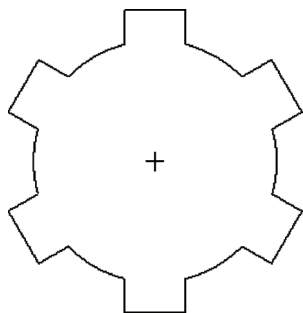

图 4-7 打开模型文件
STEP 01 单击快速访问工具栏中的“打开”按钮，打开模型文件，如图 4-7 所示。